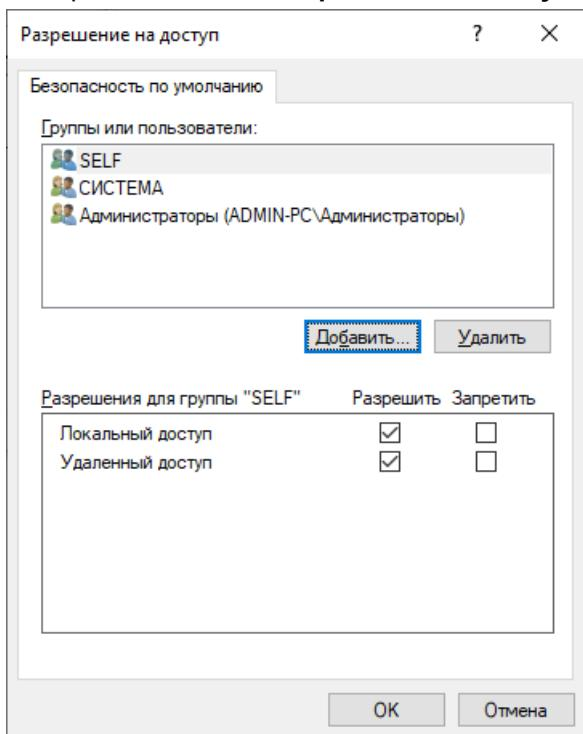

Рис. 4.40
- В открывшемся окне **Разрешение на доступ** нажмите кнопку **Добавить** (рис. 4.40).